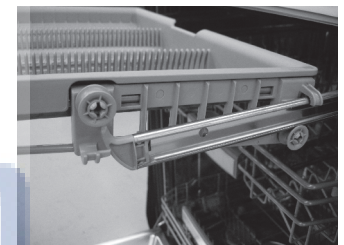

Figure 12
- En tirant vers soi, inclinez la partie avant du panier vers le haut et l'extérieur (voir **Figure 12**) jusqu'à ce que les galets se dégagent complètement des glissières à galets.